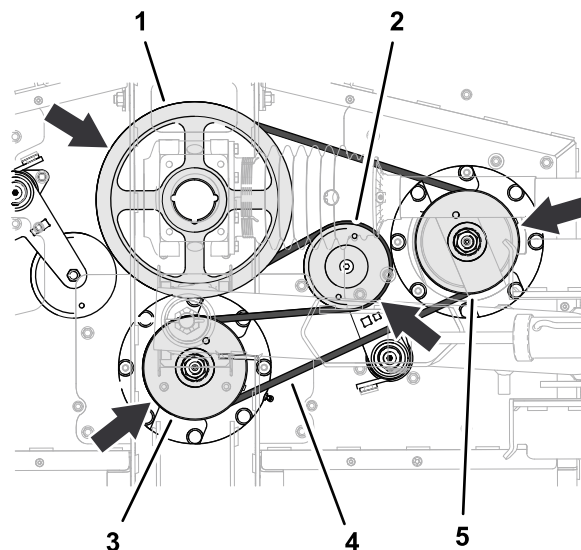

Figura 62
1. Disponete la cinghia lunga attorno alla puleggia motrice, alla scanalatura superiore della puleggia del mandrino centrale e alla puleggia del mandrino di destra (Figura 62).
2. Utilizzate una barra di interruzione o un utensile simile per ruotare il tendicinghia in senso antiorario e fate scorrere la cinghia sopra alla puleggia tendicinghia (Figura 62).